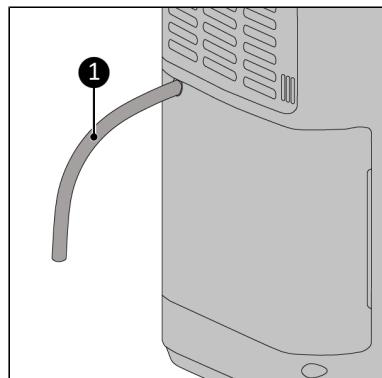

Abbildung 28.
2. Schließen Sie einen geeigneten Wasserschlauch (Abbildung 28) mit einer Klemme an das Abflussrohr an.